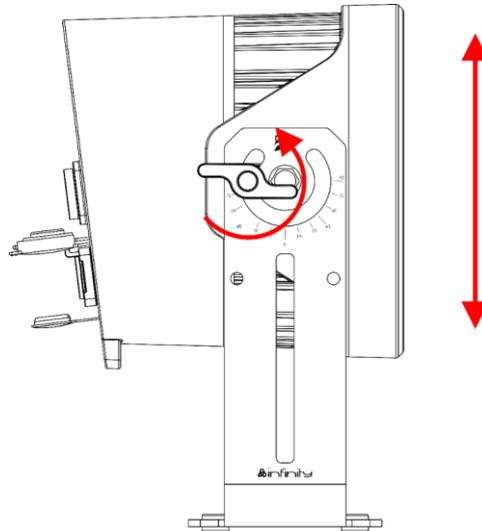

Abb. 06
- 01) Drehen Sie die 2 **Einstellschrauben (02)** gegen den Uhrzeigersinn, um sie zu lösen.
- 02) Kippen Sie den Scheinwerfer in die gewünschte Position (Abb. 06).
- 03) Drehen Sie die 2 **Einstellschrauben (02)** im Uhrzeigersinn wieder fest. Stellen Sie sicher, dass sich der Scheinwerfer nicht frei bewegen kann, wenn die 2 **Einstellschrauben (02)** angezogen sind.